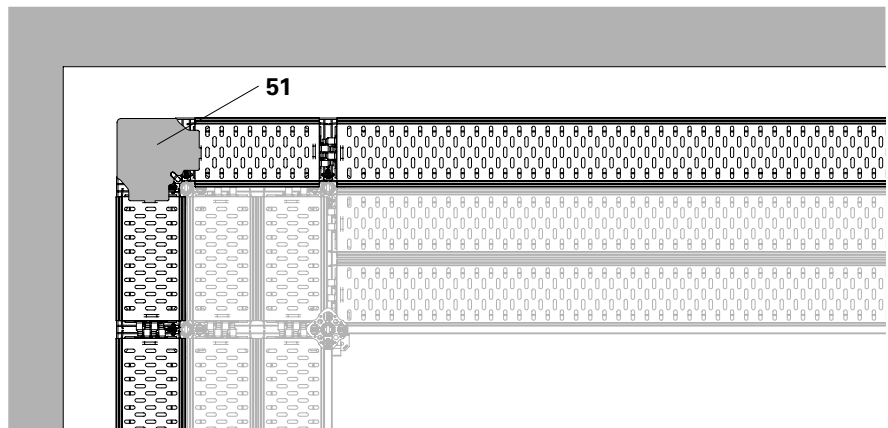
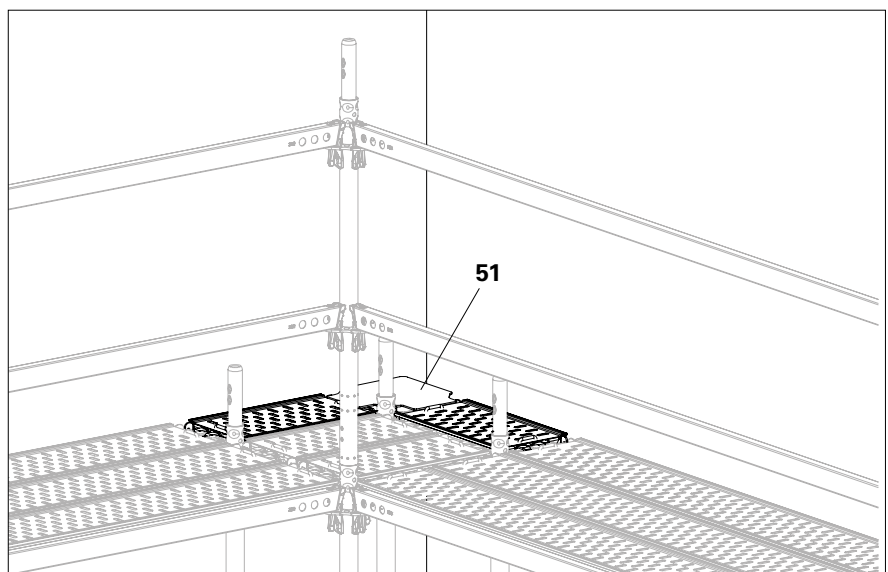

Abb. A7.05
Abb. A7.05c
- Blech ist positioniert und fixiert (Abb. A7.05 + Abb. A7.05c)